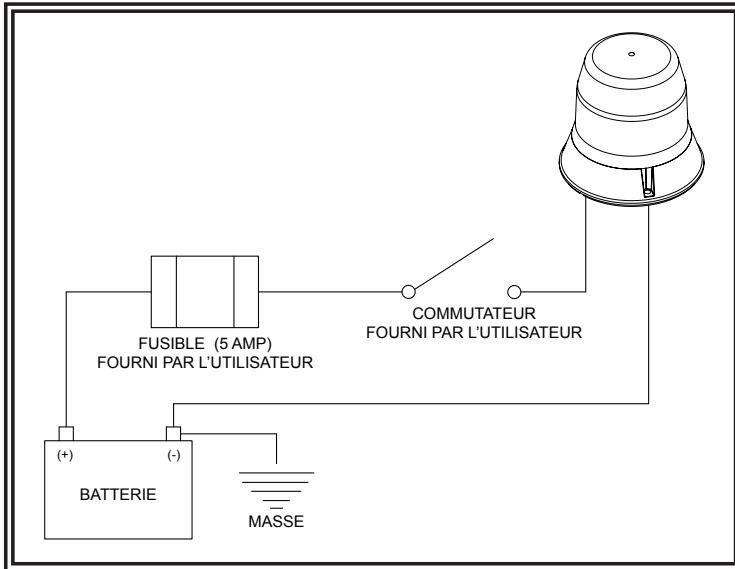
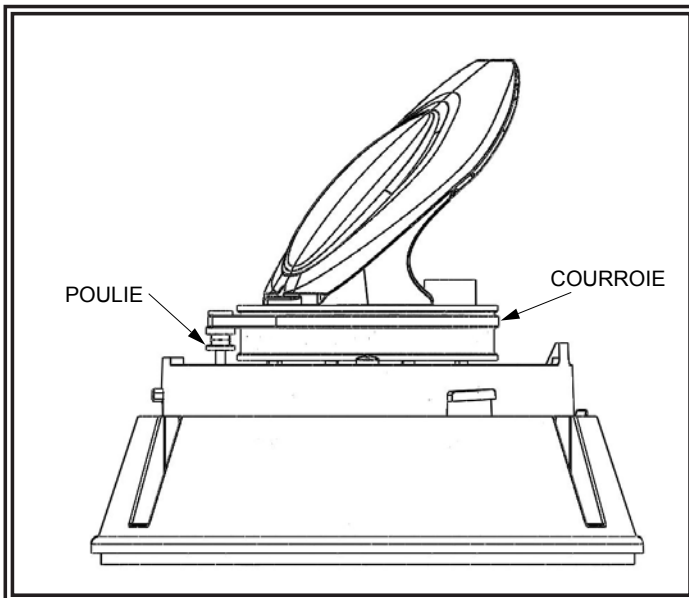

FIGURE 4
FIGURE 5
2. Retirez les trois (3) boulons de montage de la base.
6. Câblez le gyrophare comme indiqué sur la FIGURE 4. Appliquez du produit d'étanchéité autour des fils à l'endroit où ils passent à travers la surface de montage pour éviter les fuites.
5. Câblez le gyrophare comme indiqué sur la FIGURE 4. Appliquez du produit d'étanchéité autour des fils à l'endroit où ils passent à travers la surface de montage pour éviter les fuites.
Le câblage se fait comme indiqué sur la FIGURE 4. Tout le câblage doit être un minimum de 18 AWG (0,83 mm²). La ligne positive doit avoir un fusible de 5 ampères, comme illustré. Un commutateur peut être utilisé pour contrôler la fonction marche / arrêt. Acheminez le fil de terre directement à la borne négative de la batterie. Emballez de la graisse diélectrique, telle que Dow Corning 4, autour de chaque connexion électrique exposée à l'humidité ou à l'environnement ambiant. Pour un système de 24 VCC, retirez l'ampoule, déplacez la courroie vers la fente supérieure de la poulie, comme indiqué sur la FIGURE 5, puis remettez l'ampoule en place.